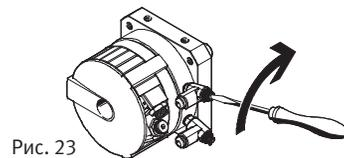

Рис. 23
- полностью закрутите (Рис. 23),